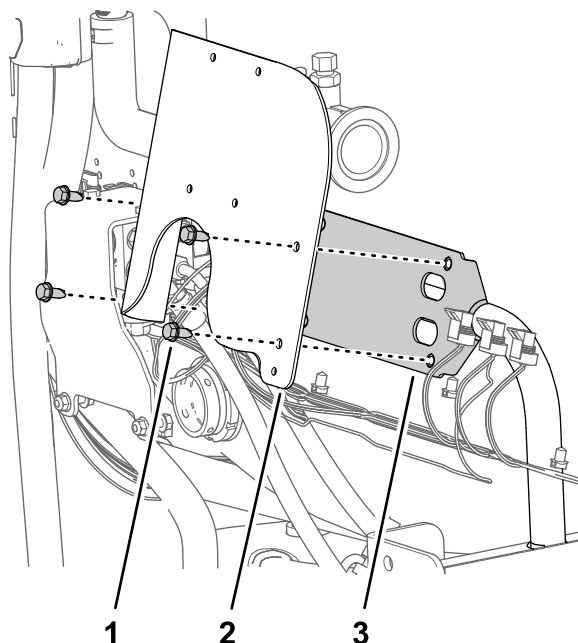

Figura 74
1. Alinee los orificios del soporte del caudalímetro con los orificios del soporte de las válvulas (Figura 74).